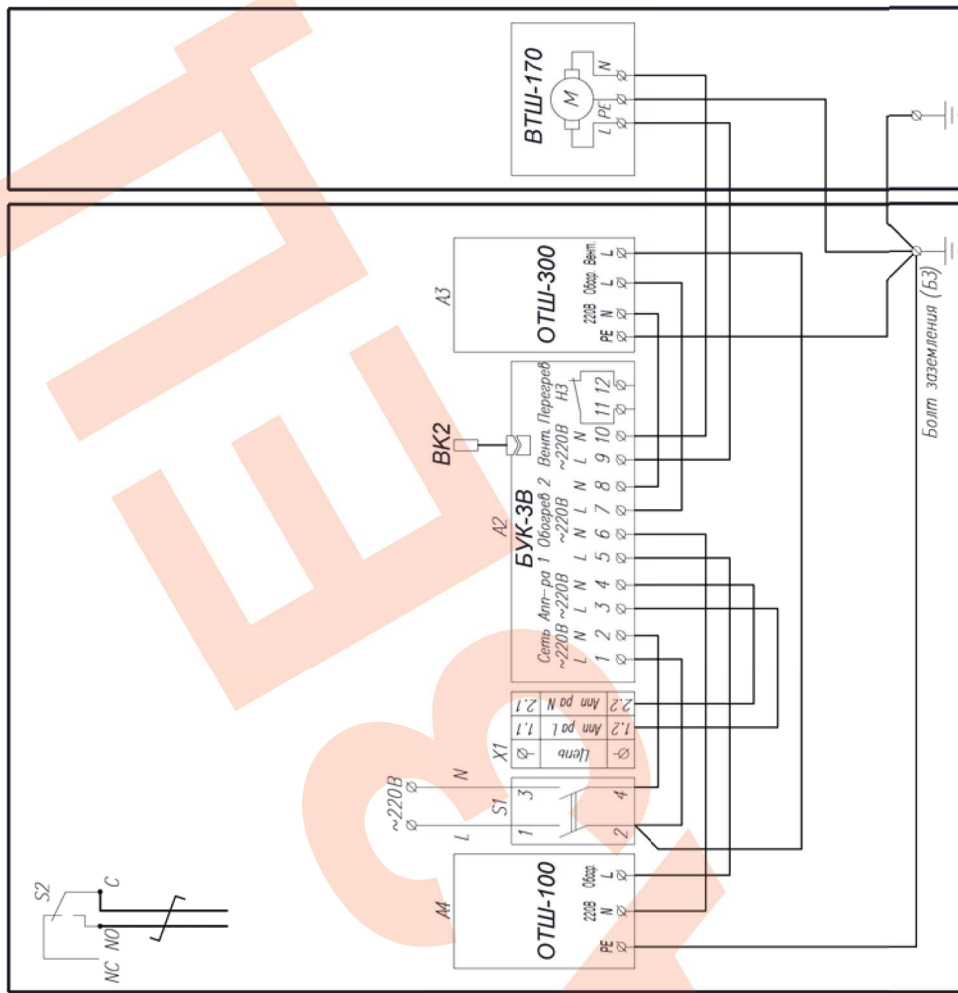

Рис.3 Схема электрическая принципиальная
3. Отсоединить провод кабеля (рис.3) от колодки вентилятора ВТШ-170.